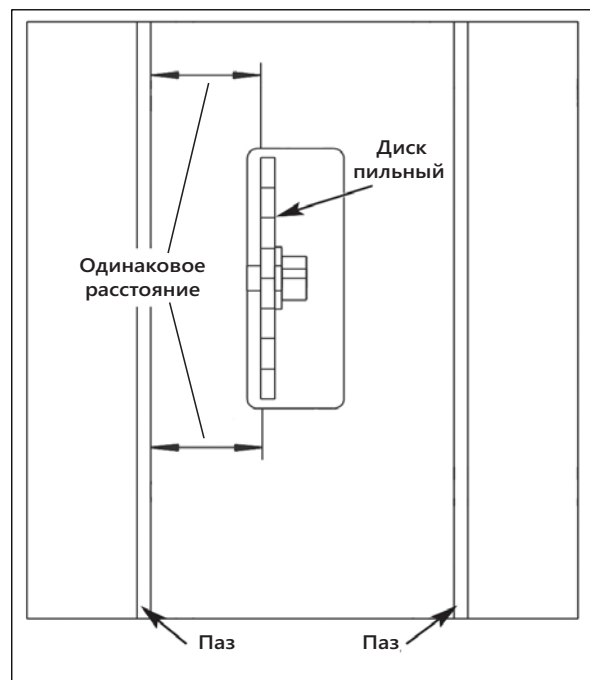
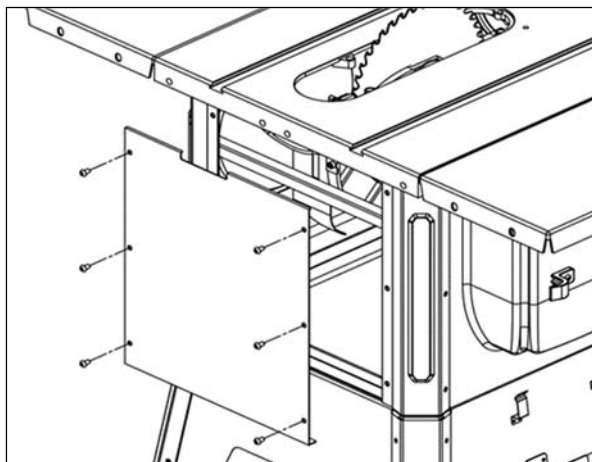
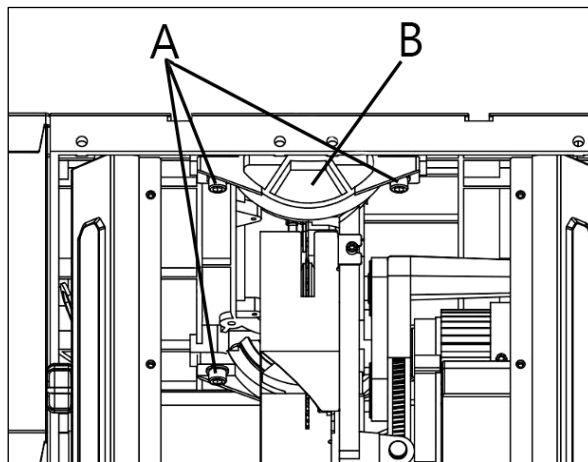

Рисунок 14.
Рисунок 15.
Рисунок 16.
Станок поставляется с завода со столом, отрегулированным так, что пазы рабочего стола параллельны пильному диску. Чтобы достигнуть наилучшего результата, необходимо проверить параллельность перед началом работы (рис. 14).
Для регулировки, выполните следующие действия. Ослабьте и открутите шесть винтов на задней панели (рис. 15). Ослабьте болты А на механизме В регулировки наклона пильного диска (рис. 16) и перемещайте ее до тех пор, пока пильный диск не будет параллелен пазам рабочего стола (рис. 14).
- Открутите шесть винтов на задней панели и снимите ее (рис. 15). Это поможет легче установить задние направляющие.